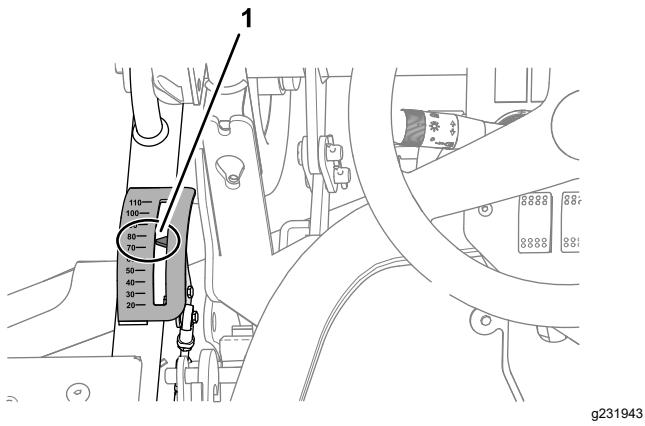

Bild 121
1. Stellen Sie die Schnitthöhe auf 75 mm ein (Bild 121).